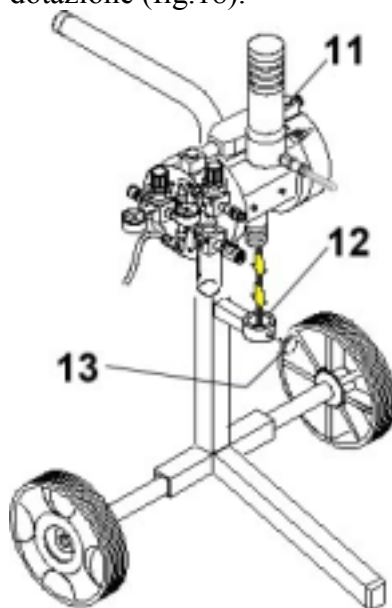

Fig. 18
- 7 Montare il corpo pompa (11) sul telaio precedentemente assemblato, bloccando la ghiera (12) con l'apposita vite (13) in dotazione (fig.18).